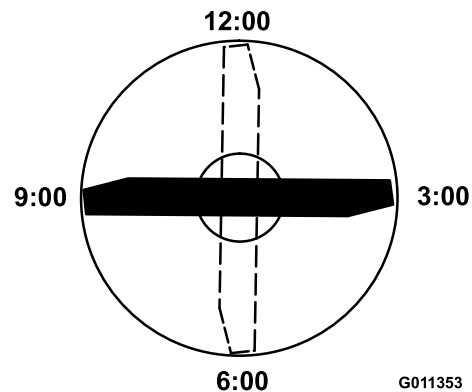

Figura 60
4. Coloque el filo de corte del extremo marcado de la cuchilla en la posición de las 12 (hacia adelante, en el sentido de la siega) (Figura 60) y mida la altura desde la mesa hasta el filo de corte de la cuchilla.
5. Gire el extremo marcado de la cuchilla a las posiciones de las 3 y de las 9 (Figura 60) y mida las alturas.